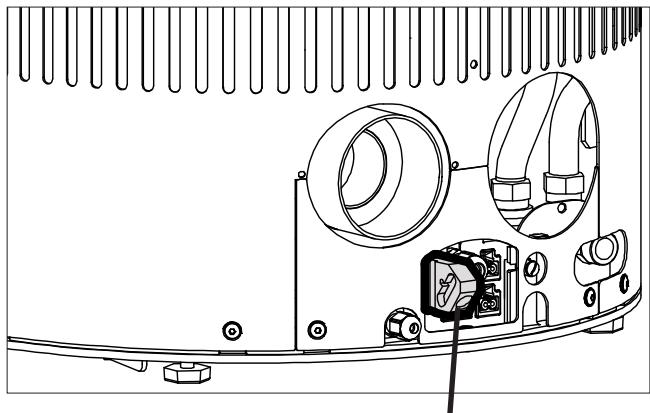

Fig.5
- Beiliegenden 5-poligen Stecker in die Buchse auf der Geräterückseite einstecken (Fig.5). Falls das Gerät mit Zubehör (Externer Raumthermostat und / oder Fernbedienung) betrieben werden soll, vorher die Anschlussleitungen wie in den Zubehöranleitungen beschrieben an den Stecker anschließen.